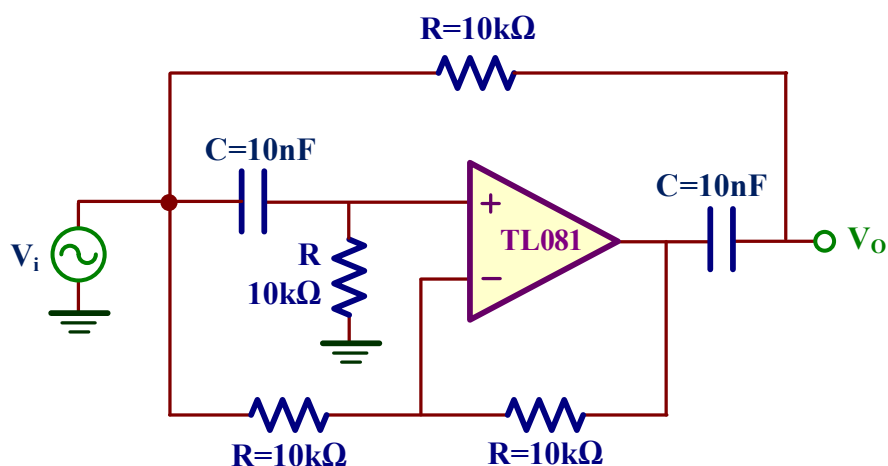

Figura V.11. Esquema de un filtro Notch.
En la figura V.11 el esquema de un filtro Notch sencillo basado en redes RC. En el caso de utilizar dispositivos de igual valor entonces la frecuencia Notch (f_{notch}) viene definida por
F) Realizar el montaje del filtro Notch de la figura V.11 y obtener su diagrama de Bode.
Análisis teórico. De acuerdo a los valores de los dispositivos del filtro de la figura V.11, el valor de la frecuencia Notch (f_{notch}) es